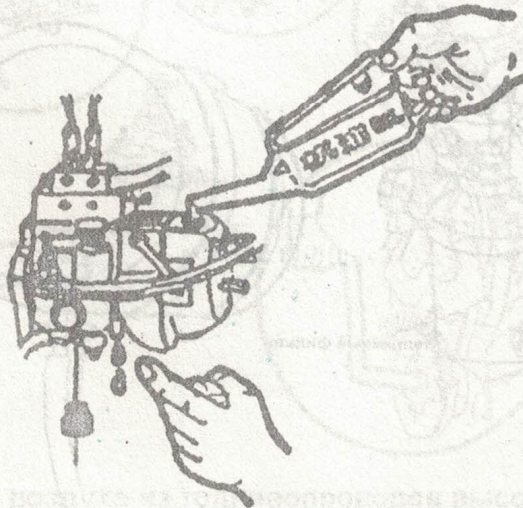

Рис. 4 Заправка моторным маслом
- 4.1.2.3 Заправляйте насос высокого давления моторным маслом приблизительно 35 миллилитров. (Рис. 4)